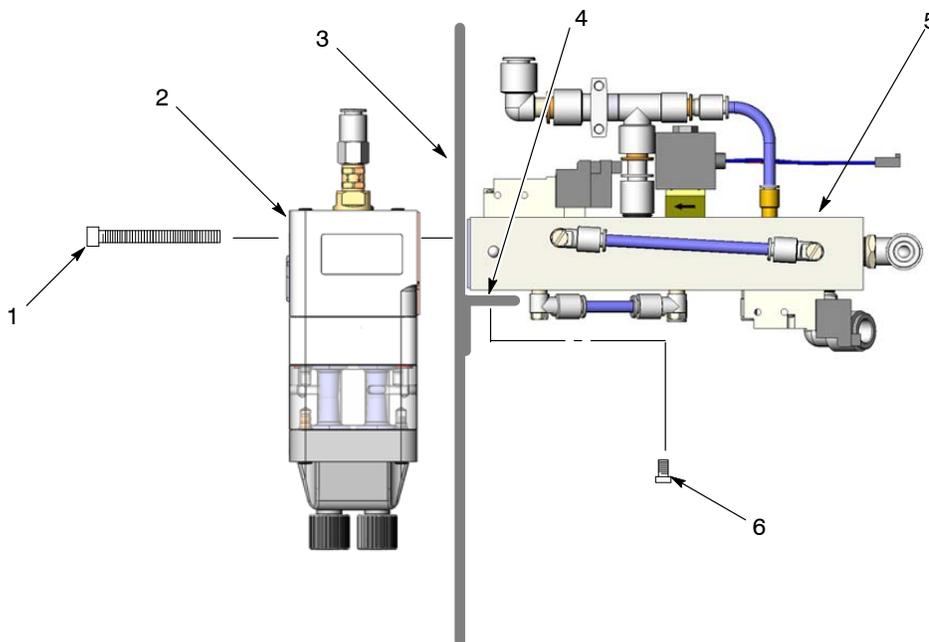

Рис. 20 Монтаж насоса и коллектора
1. См. рис. 20. Убедиться, что прокладки насоса (2) и коллектора (5) не повреждены. Заменить прокладки, если они повреждены.
2. Используя подходящий монтажный кронштейн (4), установить коллектор на стенку (3) панели насосов. Закрепить коллектор монтажными винтами (6), но не затягивать винты.
3. Закрепить насос на панели насосов и коллекторе монтажными винтами (1). Надежно затянуть монтажные винты насоса.